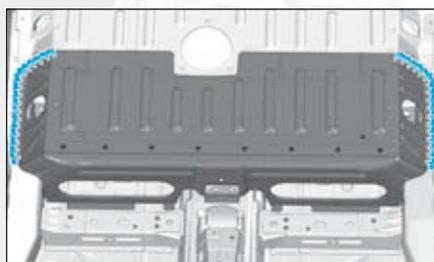

FIG.218
- un mastic d'étanchéité indice "A1" (Fig.218),